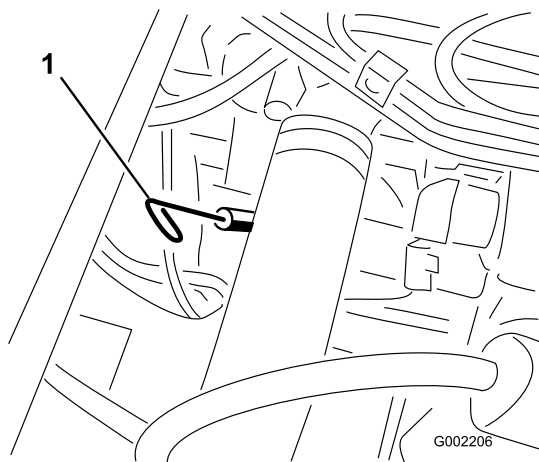

図 16
2. 助手席の下にあるディップスティックを抜き、ウェスで一度きれいに拭く(図 16)。ディップスティックを、チューブの根元までもう一度しっかりと差し込む。ディップスティックを引き抜いて油量を点検する。